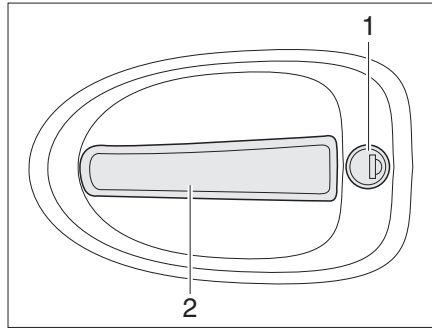

Fig. 46 Serrure de la porte chauffeur, à l'extérieur
- Insérer la clé dans le barillet (Fig. 46,1) et la tourner jusqu'à ce que la serrure de la porte soit déverrouillée.
- Tirer sur la poignée de la porte (Fig. 46,2). La porte est ouverte.
- Insérer la clé dans le barillet (Fig. 46,1) et la tourner jusqu'à ce que la serrure de la porte soit verrouillée.